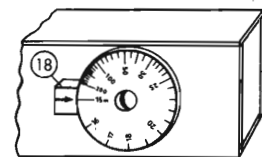

Fig. 247.
Ci serve ancora una molla (17) che prema il rinforzo (12) contro il bullone (13); questa molla è costituita da un pezzo di piattina di ottone (8×50 mm) forata ad una estremità ed imbullonata sulla cassetta. Infine incolliamo sulla cassetta, vicino al bordo del disco, un blocchetto di legno (18) alto 20 mm ricoperto di carta da disegno. Sulla carta segniamo la posizione orizzontale con una freccia (fig. 247).
Continuando col medesimo procedimento, segniamo sulla scala le posizioni corrispondenti alle distanze di 150 e 100 m. Ci accorgeremo che le marche diventano sempre più staccate, per cui tra 100 e 50 m possiamo segnare agevolmente anche le marche 90, 80, 70 e 60 m., tra 50 e 30 m quelle corrispondenti a differenze di 5 m, al di sotto perfino di metro in metro. Continuiamo così finché il disco ha fatto quasi un giro completo (fig. 247).